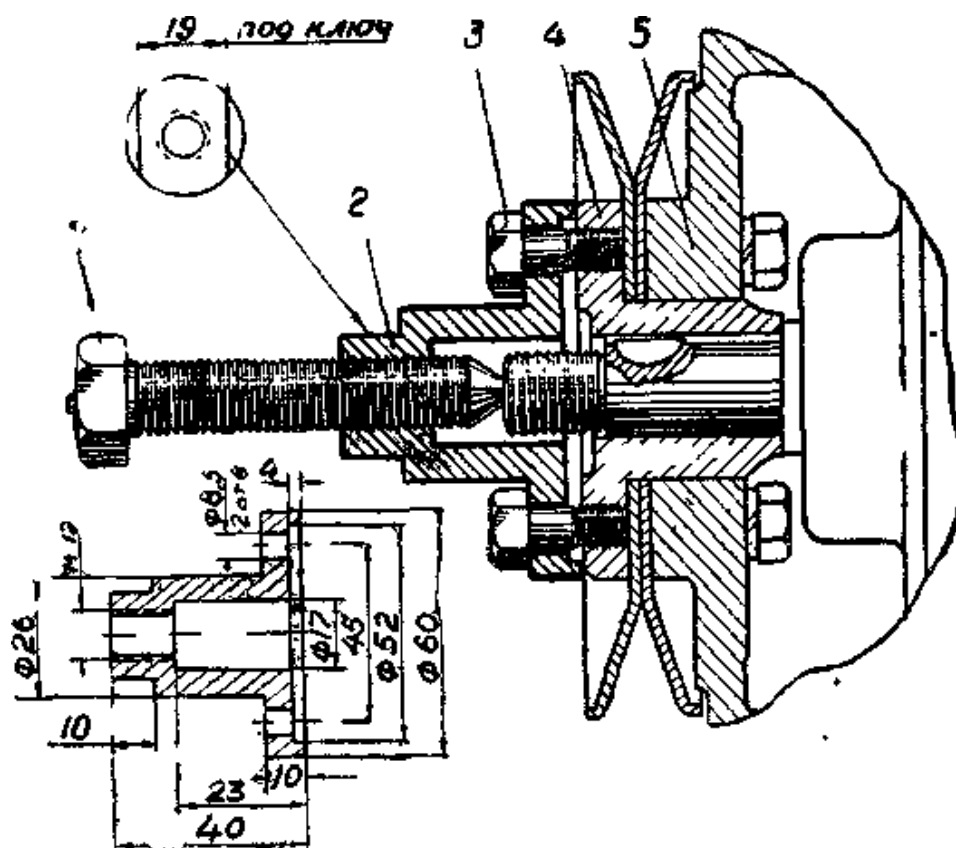

Рис. 83. Съемник для снятия рабочего колеса вентилятора с вала генератора:
4. Отверните гайку, крепящую шкив вентилятора, и с помощью съемника (рис. 83) снимите шкив с вентилятором. Снимите шпонку и втулочку.